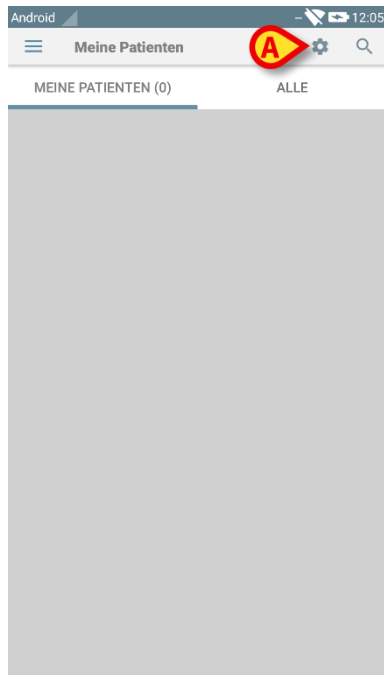

Abb. 34
Auf diese Weise schaltet das Gerät in den Modus "Meine Patienten". Die Liste "Meine Patienten" wird angezeigt (Abb. 34). In Abb. 34 sind keine Patienten ausgewählt, um in die Liste "Meine Patienten" aufgenommen zu werden. Siehe im nächsten Abschnitt für Angaben zur Auswahl von "Meine Patienten".
- berühren Sie das Symbol  (Abb. 34 **A**).